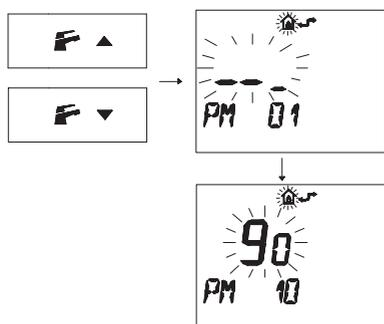

Figura 5.55
- Premere i pulsanti  o  per visualizzare la programmazione "**PM10**" selezione della frequenza di accensione (Figura 5.55).
Nella Figura 5.55 si visualizza un SET programmato di **90** corrispondente ad un tempo di riaccensione di 3 minuti circa.